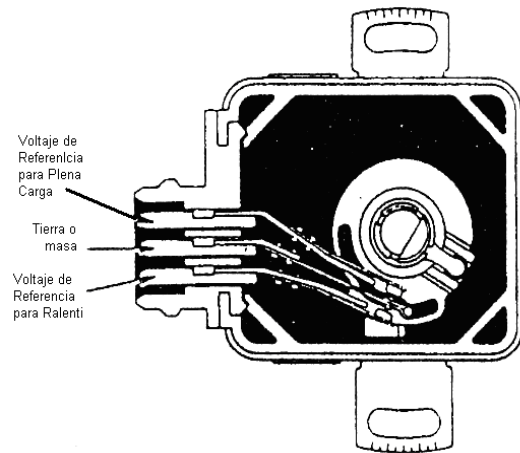

Figura 3.39
- A. **Sensor TPS digital (figura 3.39):** el TPS digital generará únicamente dos niveles de voltaje. Uno de ellos es un nivel de voltaje alto y el otro, es un nivel de voltaje bajo. El valor de voltaje alto es igual al voltaje de alimentación del sensor, 5 o 12 voltios, por ejemplo. El voltaje bajo es cercano a los cero voltios. El sensor digital está provisto de dos contactos. Un contacto se cierra cuando la mariposa del obturador está totalmente cerrada. En esta posición se dice que el interruptor de ralentí está cerrado. Al contacto que se cierra cuando el motor está en ralentí, se le conoce por su nombre en inglés como *Idle Switch*, cuya traducción al español es Interruptor de Ralentí. El otro contacto del TPS, se cierra cuando el obturador está totalmente abierto. A la posición del obturador totalmente abierto se le llama WOT. Para los ángulos intermedios de apertura de la mariposa del obturador, los dos contactos están abiertos.